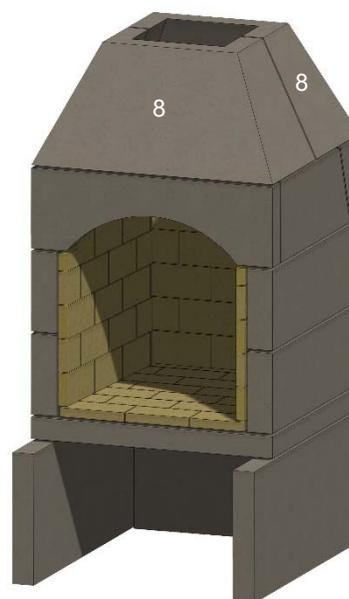

Figure 21. Pièces de gorge
M. Installez les pièces de gorge avant et arrière coniques. Voir la figure 21.